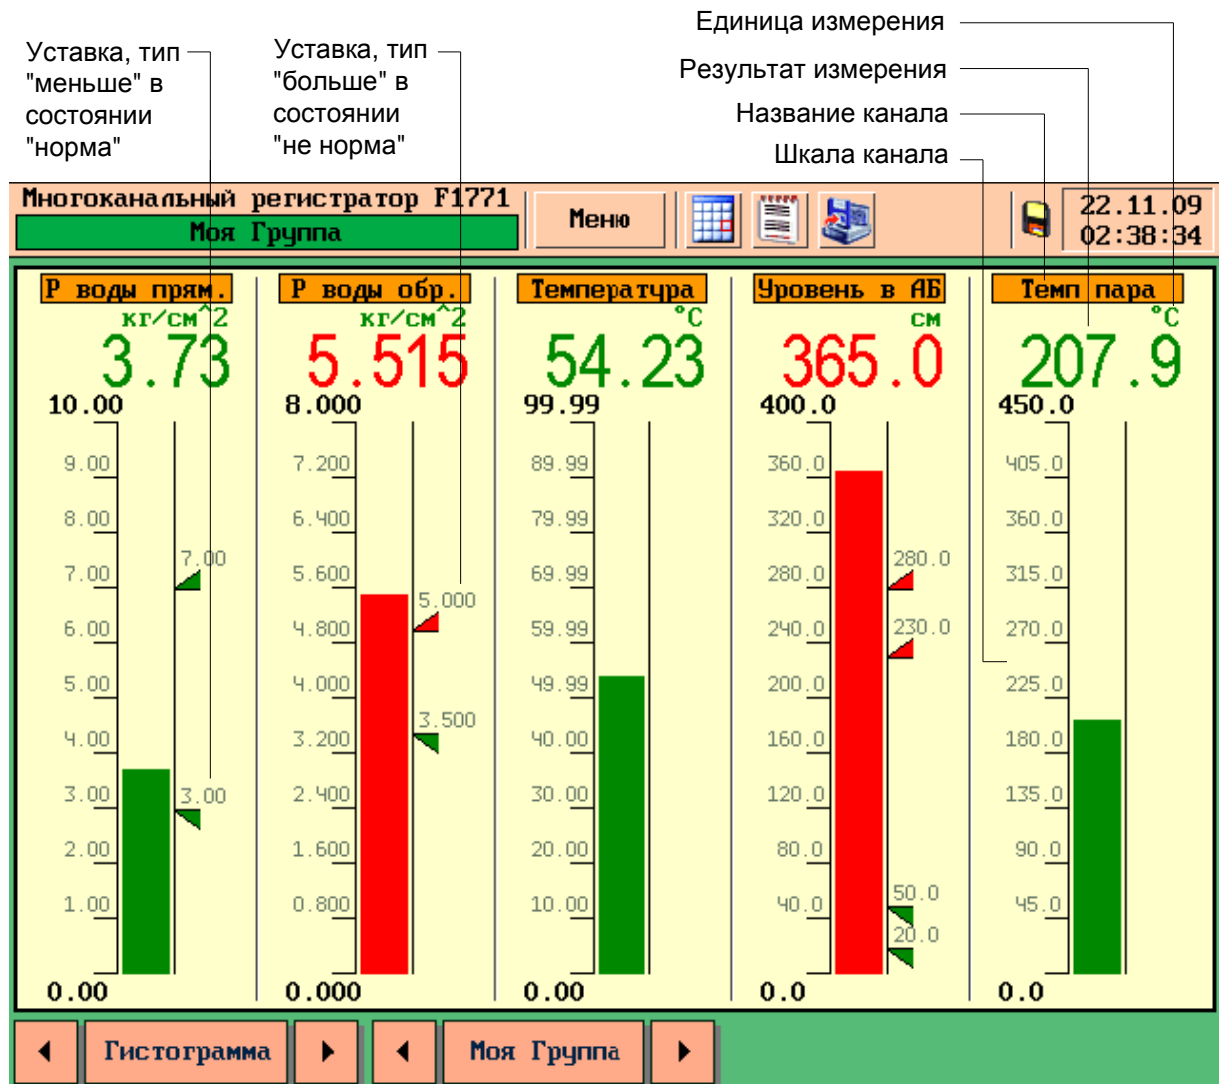

Рисунок 14 – Режим «Столбиковая диаграмма»
- столбиковые диаграммы для группы каналов (см. рисунок 14);
Режим «Столбиковая диаграмма» отображает текущие значения группы каналов в виде столбиковых диаграмм и цифровых значений каналов, рисунок 14.